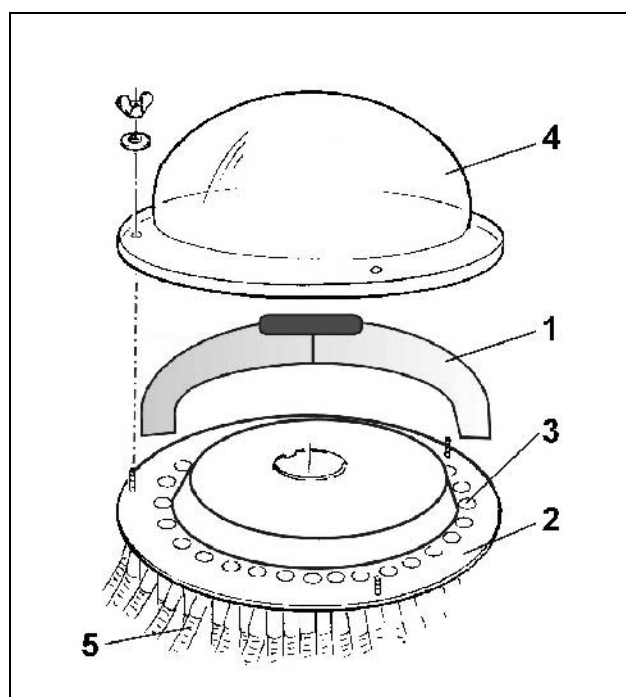
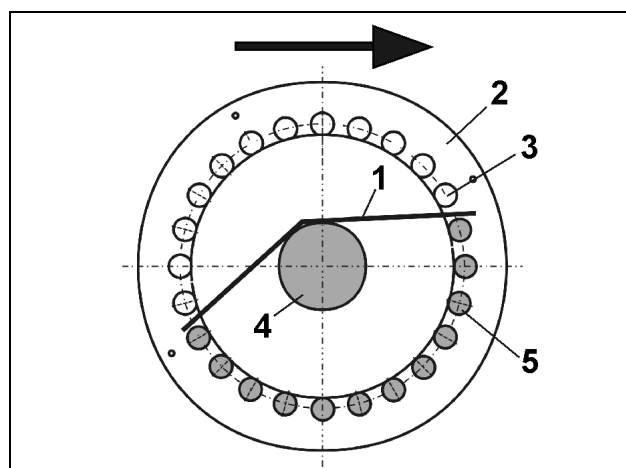

Fig. 56
Fig. 57
La tôle (Fig. 56/1) permet de fermer un côté des sorties dans la tête de distribution, le flux de semence est alors réparti sur la moitié de l'ensemble des sorties (Fig. 56/3) et donc sur la moitié de l'ensemble des socs. Vous pouvez ainsi choisir d'interrompre l'alimentation des socs en semence sur la moitié droite ou sur la moitié gauche de la machine et de semer avec l'autre moitié de la machine.
- Démontez le capot de distribution (Fig. 56/4)
- Posez la tôle (Fig. 56/1 ou Fig. 57/1) sur la plaque de répartition (Fig. 56/2 ou Fig. 57/2), de façon à ce que les sorties souhaitées soient fermées par la tôle.
- Sur la vue de dessus (voir Fig. 57)
- les sorties fermées, représentées non hachurées (Fig. 57/3) se trouvent (Fig. 57/4) côté opposé sur le tuyau de descente spirale
- les sorties ouvertes, représentées hachurées (Fig. 57/5) se trouvent (Fig. 57/4) du côté du tuyau de descente spirale.
- Contrôlez toujours au niveau du passage des flexibles guide-semence (Fig. 56/5), que la tôle obture bien le flux de semence vers les socs souhaités.
- Marquez la position de la tôle sur la plaque de répartition en utilisant un stylo adapté (Fig. 57/2), pour que vous puissiez retrouver rapidement la position de la tôle sur la plaque de répartition lors des utilisations suivantes.
- Fixez le capot de distribution (Fig. 56/4) sur la tête de distribution. La garniture est bloquée en position dès la fermeture du capot de distribution (Fig. 56/1).